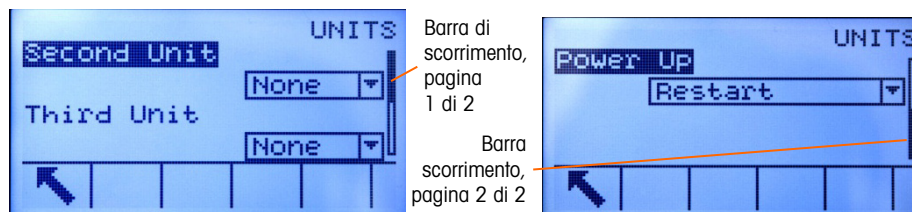

Figura 2-3: Esempio di barre di scorrimento che indicano tre pagine di campi di configurazione
- Tasti di navigazione SU e GIÙ: spostano la selezione in su e in giù nelle varie opzioni di configurazione nella struttura del menu (la selezione è indicata dal testo evidenziato) e nei vari campi nella pagina di configurazione, e consentono di passare a un'altra pagina di softkey disponibili. I tasti di navigazione SU e GIÙ vengono utilizzati anche per spostarsi alla pagina successiva o precedente quando una barra di scorrimento indica che per i campi di configurazione associati a un parametro specifico sono utilizzate due o tre pagine. L'esempio in Figura 2-3 mostra un parametro di configurazione che richiede tre pagine per visualizzare tutti i campi ad esso relativi. Le barre di scorrimento indicano quale delle tre pagine è visualizzata.